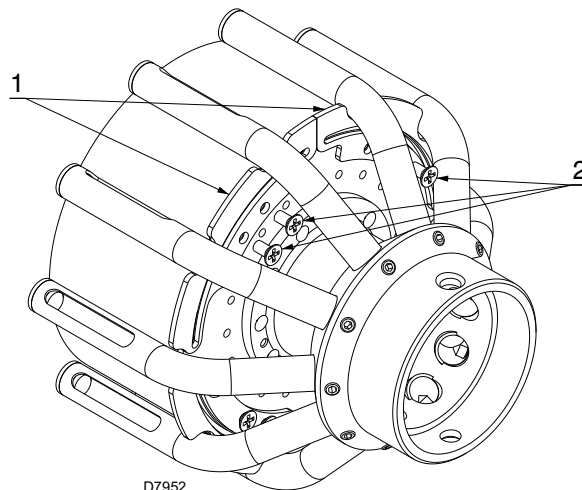

Abb. 17
- entfernen Sie die 8 Schrauben 2) (Abb. 17);